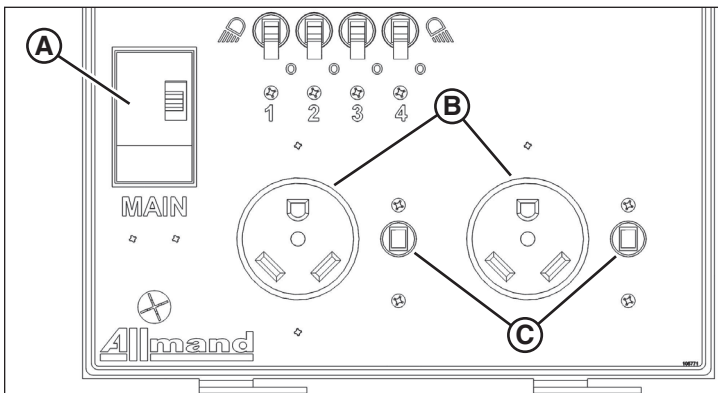

Figura 33
- Dos tomacorrientes para RV (B, Figura 33), cada uno protegido por un disyuntor de 30 A (C), O